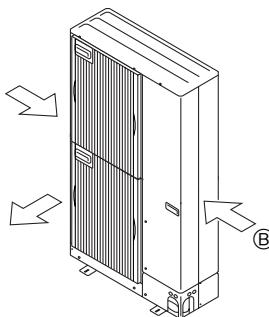

Fig. 2-16
- ② Placera om det går enheten så att luftutblåset blåser vinkelrätt mot den säsongsbetingade vindriktningen. (Fig. 2-16)